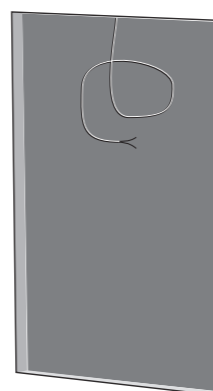

Fig. 3. Drywall Cutout with Speaker Cable
3. Poprowadź przewód głośnikowy w to miejsce (rys. 3). Zostaw wystarczająco dużo wolnego miejsca, aby wykonać połączenia, gdy nadejdzie odpowiedni czas. Przymocuj kabel głośnika, aby nie przesuwał się i nie grzechotał podczas pracy. Upewnij się, że kabel głośnikowy nie styka się z gwoździami lub śrubami, które mogą uszkodzić izolację elektryczną.